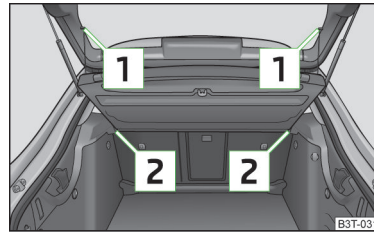

Abb. 104
- Die Haltebänder **1** » Abb. 104 von der Gepäckraumklappe aushängen.
- Die Gepäckraumabdeckung in die Halterungen **2** » Abb. 104 einschieben.